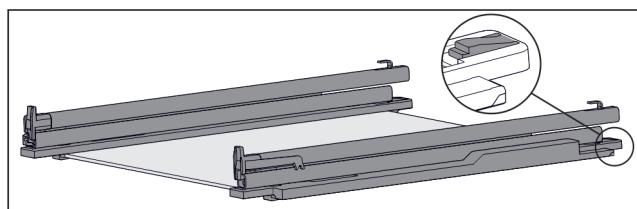

Fig. 132 Tablette en verre avec rails et pièces de retenue
- ▶ Pousser l'arrière de la pièce de retenue vers le bas (voir Fig. 132) et pousser dans le même temps le tiroir vers l'arrière.